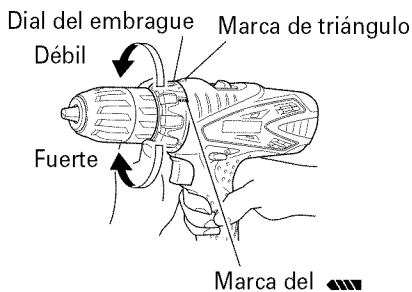

Fig. 9
5. Confirmar la posición del dial del embrague (Ver la Fig. 9). El par de apriete de esta unidad se puede ajustar en base a la posición de ajuste del dial del embrague.
- (2) Indicación del par de apriete (Consulte la Fig. 9)
- (3) Ajuste del par de apriete (Consulte la Fig. 9)